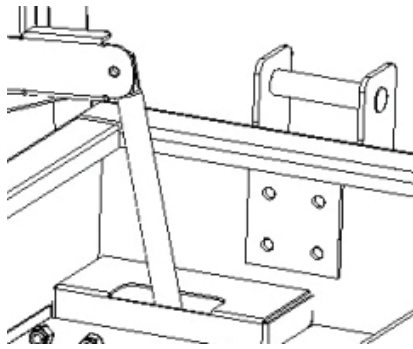

Abb. 1 (Piano-Box abgebildet)
1. Montieren Sie die Halterungen an den ENDEN der Einheit, möglichst nahe an den äußeren Ecken und so hoch wie möglich. Bringen Sie die Verstärkung auf der Innenseite an, achten Sie darauf, dass an der Einbaustelle keine Teile im Innern, wie Abschirmungen von Gasdruckfedern, Winkel usw. im Weg sind (siehe Abb. 1). Einige Einheiten sind mit vorgestanzten Öffnungen zum Anbringen der Kranösenhalterung versehen. Fahren Sie in diesem Fall mit Schritt 4 fort.